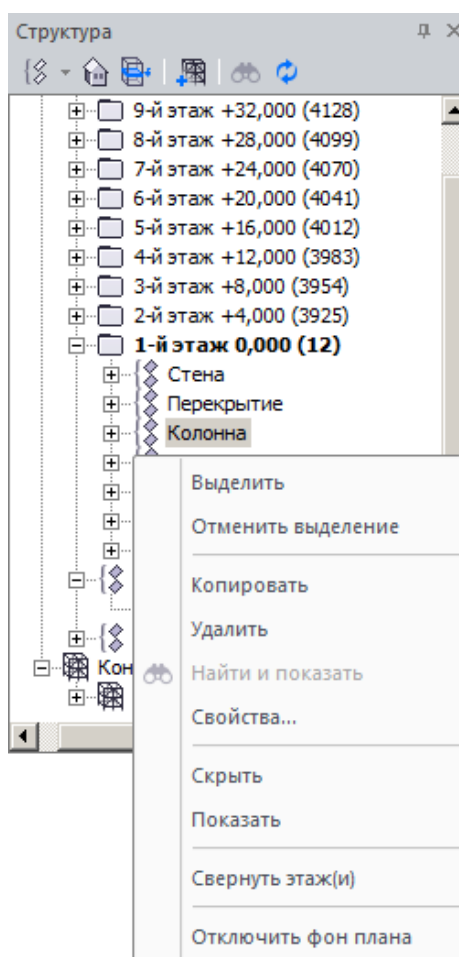

Рис.7.9. Выделение колонн через дерево проекта
- Выберите команду **Выделить** из контекстного меню (рис.7.9).